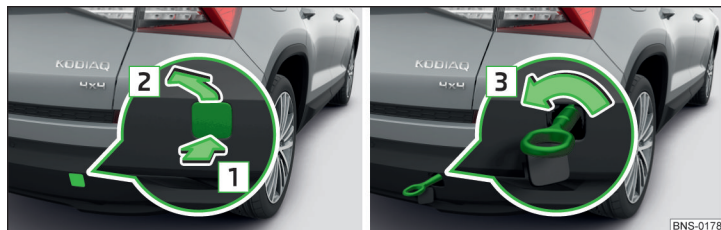

Fig. 350 Retirar la caperuza / instalar la argolla de remolque
- ▶ Para **retirar**, presionar la caperuza en el sentido de la flecha **1** y retirarla en el sentido de la flecha **2** » fig. 350.
- ▶ Para **instalarla**, enroscar la argolla de remolque a mano en el sentido de la flecha **3** » fig. 350 hasta el tope » **!**.